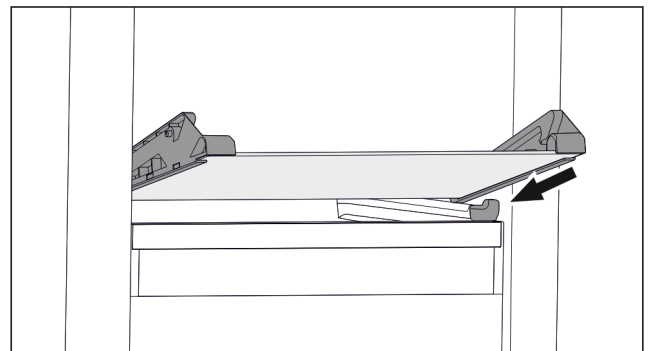

Fig. 109 Стъклена плоча на наклонящото се чекмедже
- ▶ Поставете стъклената плоча под ъгъл зад ограничителите. (виж Fig. 109)